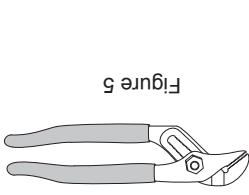
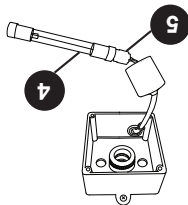
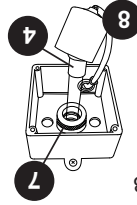

Figure 5
Figure 4
Figure 3
17. Faire glisser la nouvelle lampe UV (4) dans le tube de quartz, Figure 3.
3. Enlever la gaine protectrice noire (8) en la faisant glisser le long du câble pour l'éloigner de l'écran à compression (7), Figure 3.
4. Retirer délicatement la lampe UV (4) du tube de quartz.
5. Retirer la douille (5) de la lampe UV (4), Figure 4.
(7) en le tournant dans le sens **antihoraire**, Figure 3. Utilisez une paire de pinces multiprises si nécessaire, Figure 5: Vous remarquerez qu'une rondelle de compression en acier inoxydable (6) glisse sur le tube de quartz. Conservez la rondelle (6) pour une utilisation ultérieure, Figure 6. Il existe également un joint d'étanchéité noir (13); saisissez le joint d'étanchéité noir, puis retirez lentement et délicatement le tube de quartz.